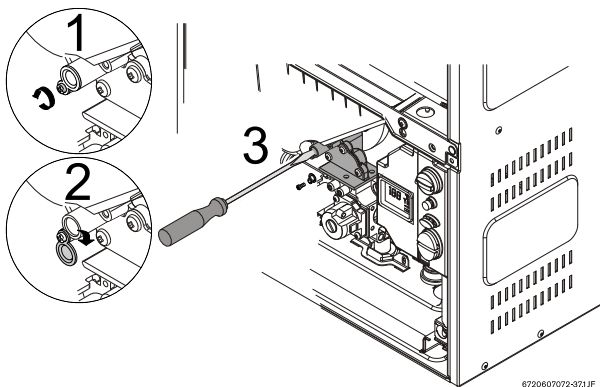

Fig. 44
- ▶ Afloje el tornillo Philips amarillo (1) y la cubierta debería girarse hacia abajo (2) para descubrir un tornillo con cabeza ranurada de cobre. Fig. 44.